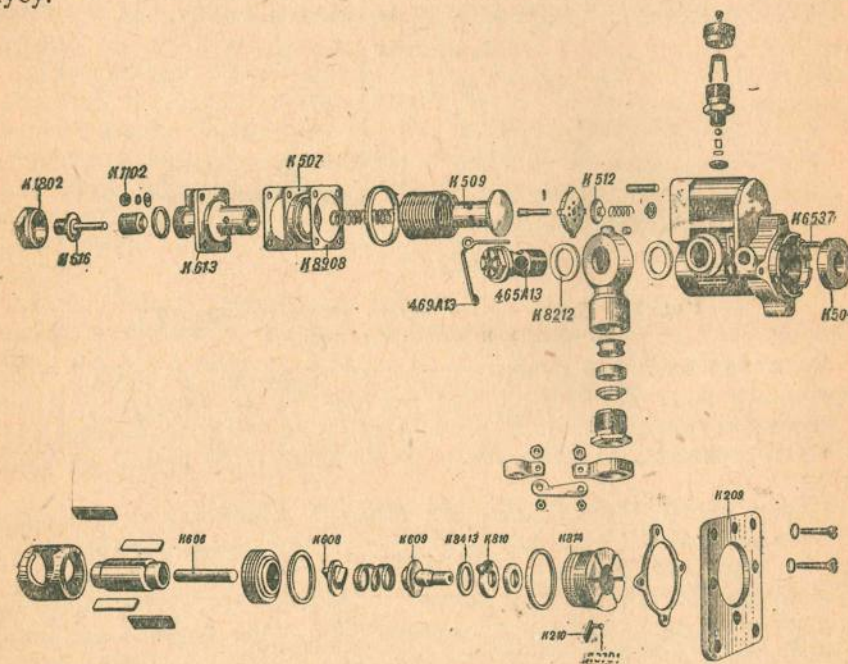

Рис. 24. Топливный насос БНК-6 (в разобранном виде)
1. Отвернуть 4 гайки К1102 (рис. 24), крепящие крышку к корпусу.